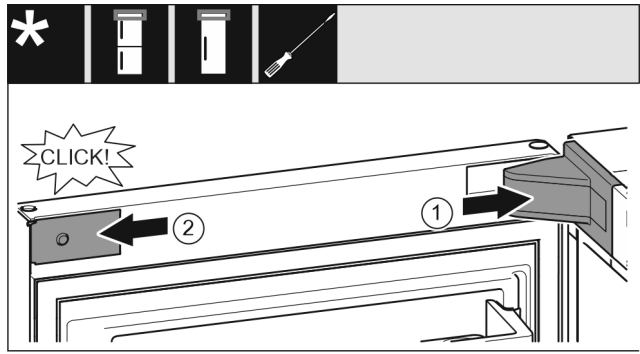

Fig. 24
- Встановіть та зафіксуйте кришку опорного кронштейна Fig. 24 (1), у разі необхідності – обережно розтисніть.
- Встановіть збоку і зафіксуйте накладку Fig. 24 (2).